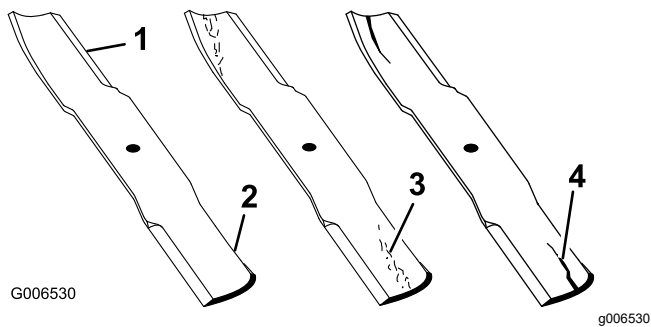

Рисунок 70
1. Перевірте ріжучі кромки (Рисунок 70).
4. Якщо у цій зоні було помічено тріщини, сліди зношування або утворення канавок, негайно встановіть новий ніж (Рисунок 70).